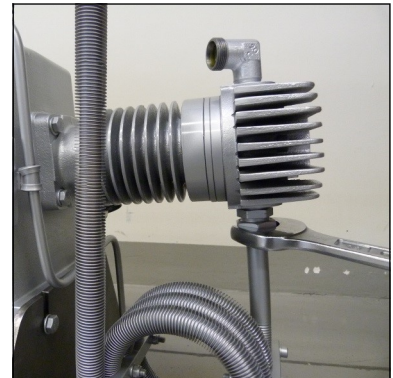

Abb. 4 - Rohrleitungsver schraubungen
- Rohrleitungsver schraubung des Kühlers 2. Stufe lösen (Abb. 4).